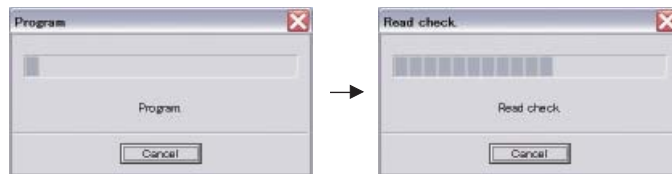

Fig. 5
6. Click [E.P.R.], then the "Erase" screen appears. (Fig. 5)
6. [E.P.R] をクリックすると、「Erase」が表示されます。(Fig. 5)
7. Click [OK] to start writing. (Fig. 5)
7. [OK] をクリックして書き込みを開始します。(Fig. 5)